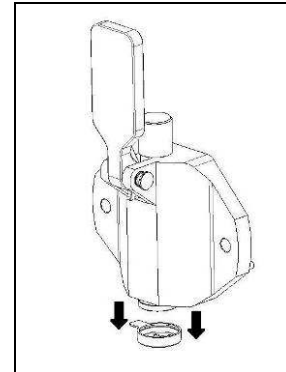

Fig. 21
- Retirer l'appareil pour donner la forme en étoile à la crème glacée de la bride (fig.21).